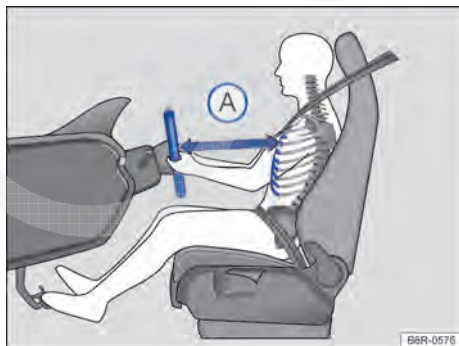
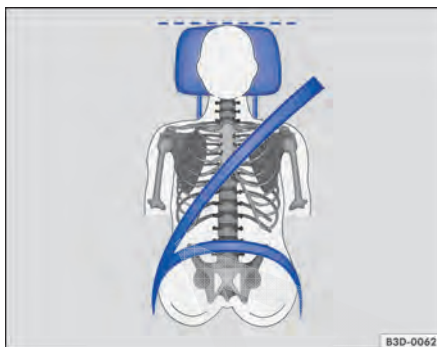

Fig. 32 A distância correta entre o condutor e o volante (A) deve ser de, no mínimo, 25 cm.
Fig. 33 Posição correta do cadarço do cinto de segurança e ajuste correto do apoio para cabeça.
- Ajustar o banco de modo que a distância entre ele e o tórax tenha no mínimo 25 cm → Fig. 32 (A) e que o condutor possa segurar o volante pela borda externa com as duas mãos e os braços ligeiramente dobrados.
- Para os bancos com apoio para cabeça: ajustar o apoio para cabeça de modo que a sua borda superior se encontre preferencialmente na mesma linha da parte superior da cabeça → Fig. 32 e → Fig. 33 – porém não abaixo da altura dos olhos. Posicionar a parte posterior da cabeça o mais perto possível do apoio para cabeça.